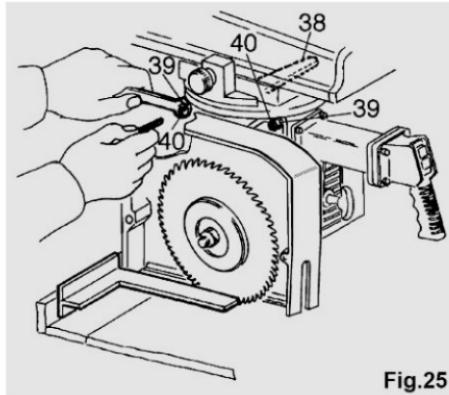

Fig.25
Pour éliminer ce défaut appuyer une équerre sur la règle de butée comme dans la figure 25. Desserrer le levier (38) et les écrous (39) et agir sur les vis de réglage (40) jusqu'à obtenir la parfaite perpendicularité de la lame par rapport à la règle de butée. À la fin de l'opération bloquer les écrous (39) et le levier (38).